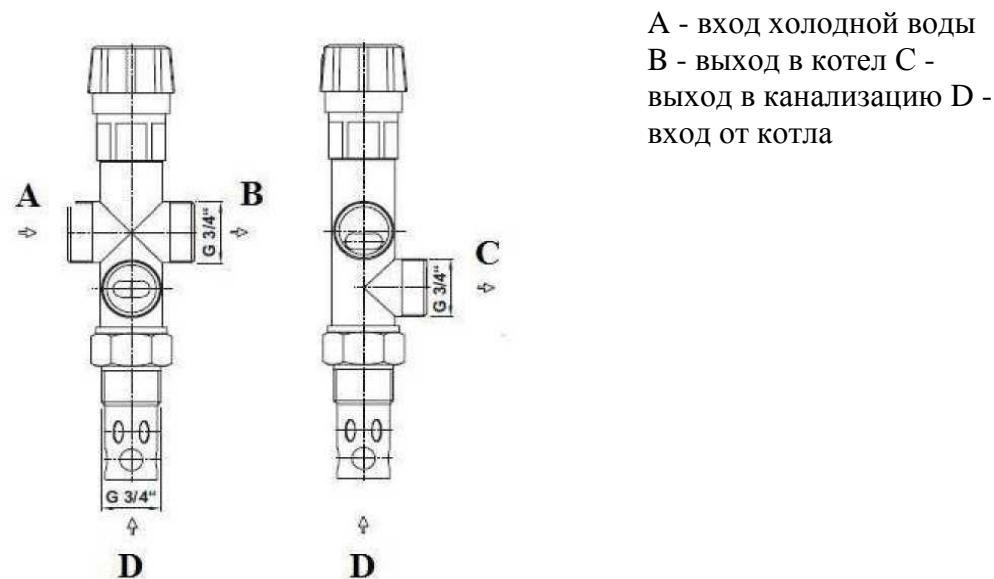
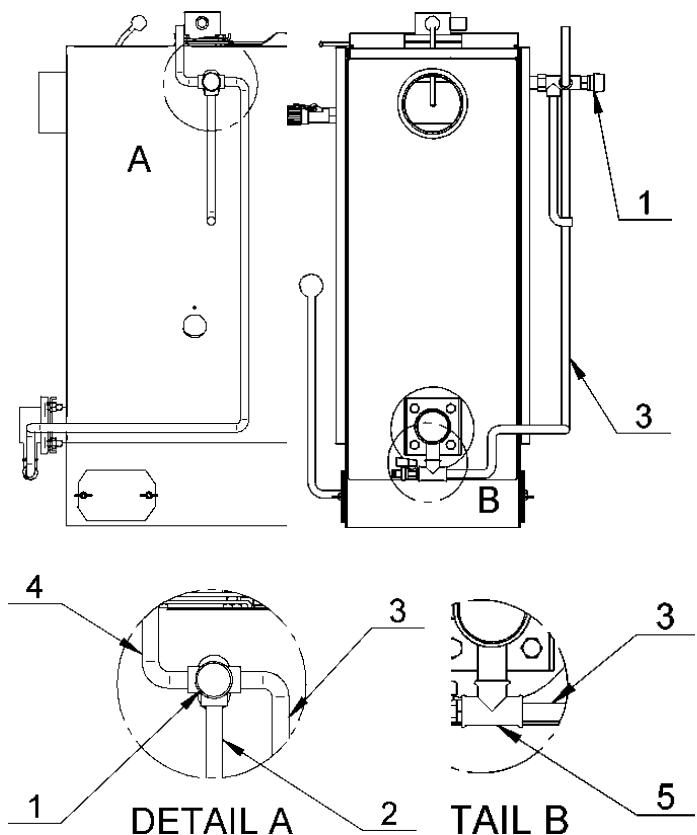

рис. 3 Двухходовой предохранительный клапан DBV 1
рис. 4. Присоединение DBV 1 к котлу PRIMTEK D
Установку может производить только профессионально подготовленный специалист. Для надлежащего функционирования терmostатического двухходового предохранительного клапана, при его монтаже, необходимо соблюдать установленные требования, а также учесть обозначение направления протока, обозначенного на корпусе клапана. Предохранительный клапан всегда устанавливается непосредственно на котел: либо в левой верхней части котла, либо на выходном трубопроводе котла. При установке клапана необходимо проконтролировать, чтобы при монтаже на штуцер 3/4“, было обеспечено полное погружение терmostатического элемента клапана. После установки, на штуцер „С“ (рис. 3), присоединяется отводящий трубопровод, по которому горячая вода будет сливаться из котла в канализацию. В месте „А“ (рис. 3 и рис. 4), подсоединяется вход охлаждающей воды, которая, после включения клапана в работу, обеспечит охлаждение котла. На входе охлаждающей воды должен быть установлен фильтр для задержки механических загрязнений. К штуцеру „В“ (рис. 3) присоединяется трубопровод, который подключается обратно к системе отопления (рис. 4).
Клапан должен быть установлен в соответствии с рис. 4, т.е. выход „С“ (выход в канализацию) должен быть направлен вниз.
3. Установить сливной кран (поз. 18 на рис. 2) на ввод отопительной воды таким образом, чтобы штуцер был направлен к полу. В случае, если к котлу монтируется двухходовой предохранительный клапан DBV 1, то на штуцер необходимо установить тройник (см. рис. 4), на который навинчивается сливной кран и подвод воды от предохранительного клапана.